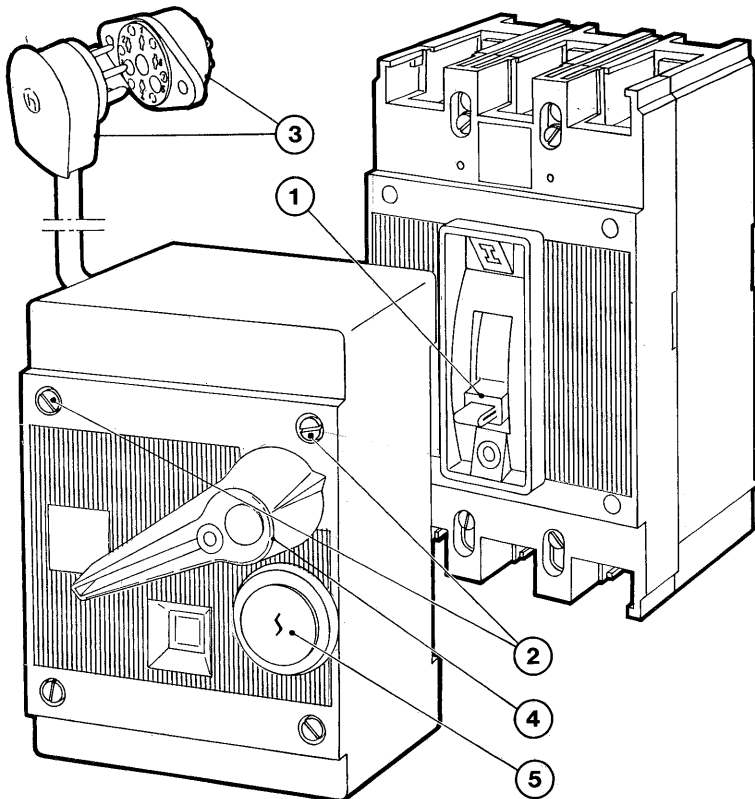
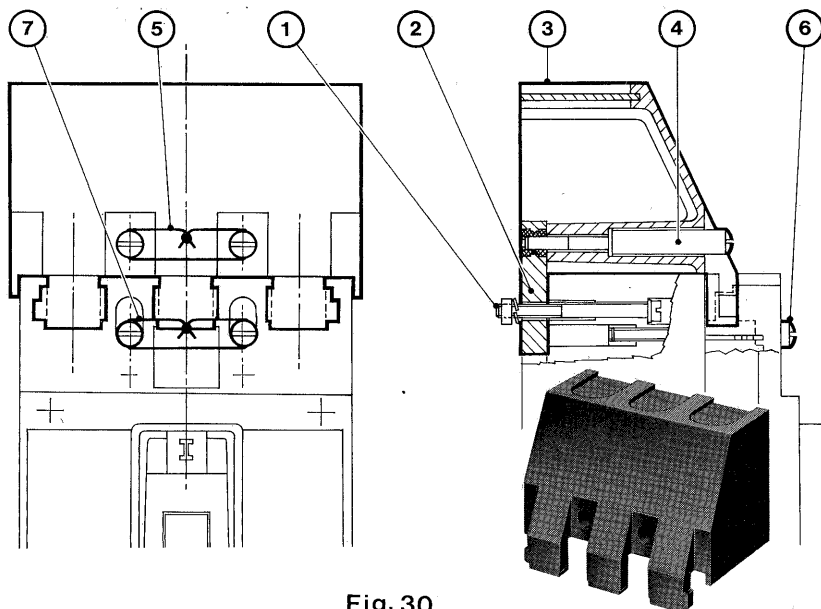

Fig. 29
Fig. 30
8.8.3. Applicazione dispositivo di blocco a chiave o interblocco tra due o più interruttori (fig. 29)
- con l'interruttore aperto, premendo la maniglia (4) contro il comando e girando la chiave (5) di 90°, questa potrà essere sfilata dalla serratura
- con l'interruttore chiuso, premendo la maniglia contro il comando, la chiave (4) non potrà girare nella serratura e qualsiasi manovra dovrà essere possibile.
8.9. Coprimorsetti isolanti sigillabili solo per interruttori in esecuzione fissa con attacchi per cavi (fig. 30)
- a) inserire nelle apposite sedi sul retro della scatola in corrispondenza delle viti di fissaggio (1) i tasselli (2)
- c) applicare i coprimorsetti (3) sull'interruttore per mezzo delle viti sigillabili (4)
8.10. Viti sigillabili per impedire lo smontaggio del coperchio dell'interruttore (fig. 30)
- b) sostituire le viti di fissaggio normali con quelle speciali (6)
- c) rimontare il coperchio e sigillare le viti (6) infilando nei fori della testa come in figura un filo flessibile (7) piombandolo.